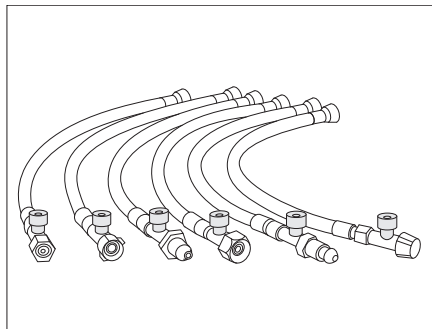

Fig. 88 Tuyaux flexibles haute pression avec sécurité de rupture de flexible (variantes spécifiques de pays)
- Appuyer fermement sur le bouton vert du tuyau flexible haute pression (Fig. 88).